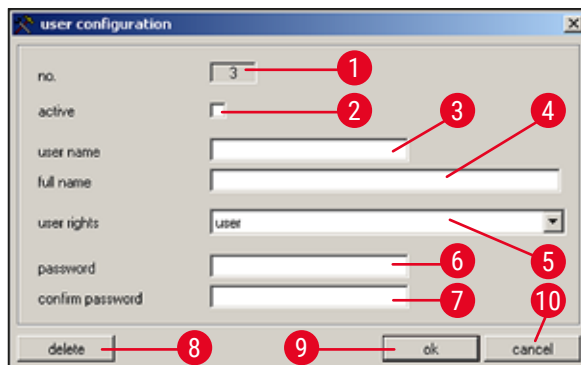

Abb. 34
- Durch Doppelklicken auf eine Zeile in der Konfigurationsanzeige wird das Dialogfeld **Benutzerkonfiguration** geöffnet (→ Abb. 34).